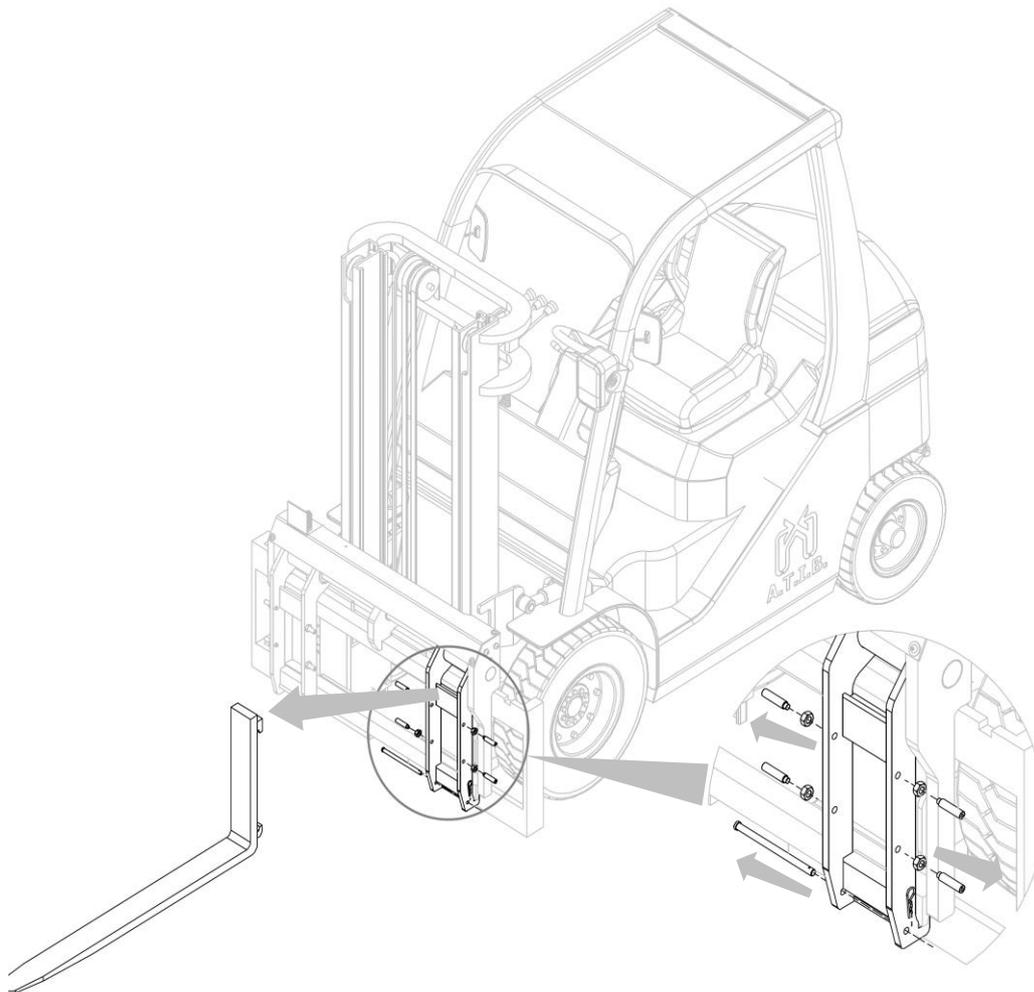

Figure 19
2. Retirer les fourches après avoir dévissé les butées de fourches et retiré les goupilles inférieures (voir Figure 19).